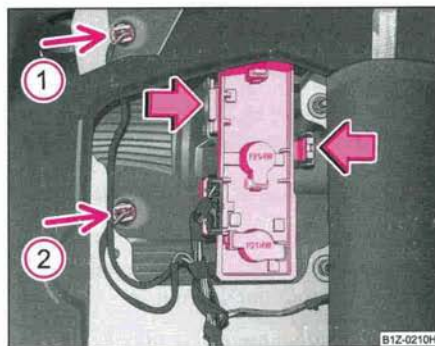

Fig. 225 Dépose du support d'ampoules
- Poussez les ergots dans le sens de la flèche et retirez le support d'ampoules ⇒ fig. 225.
- Sortez l'ampoule défectueuse (flèche ① ou ② ⇒ fig. 225) du boîtier et remplacez-la par une neuve.
- Sortez l'ampoule défectueuse (flèche ① ou ② ⇒ page 297, fig. 225) du boîtier et remplacez-la par une neuve.